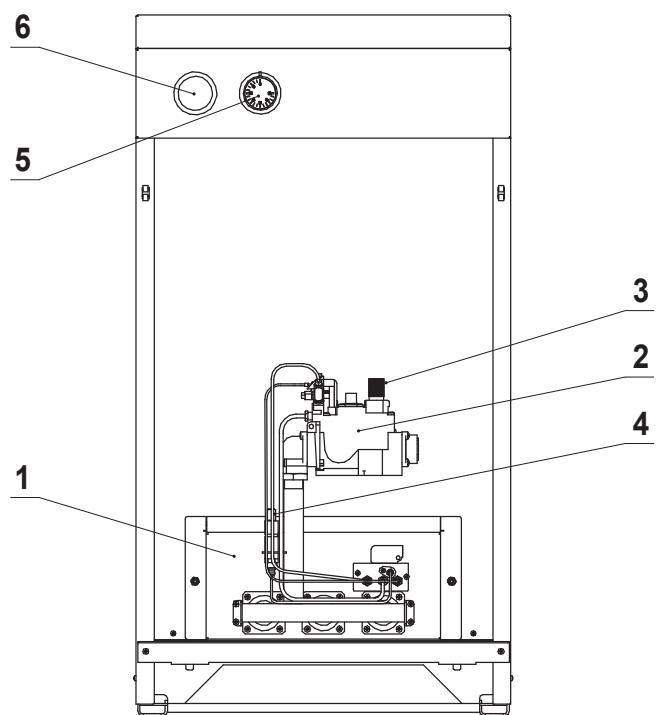

Рисунок 2
4.2 Котел представляет собой сборную конструкцию, закрытую декоративными тонколистовыми панелями с теплоизоляцией, внутри которой располагаются (см. рис. 2):
- дымосборник (7) с датчиком тяги (8);
- корпус котла, состоящий из топки и теплообменника (9);
- газогорелочное устройство (1) с газовым блоком (ГГУ) (2).